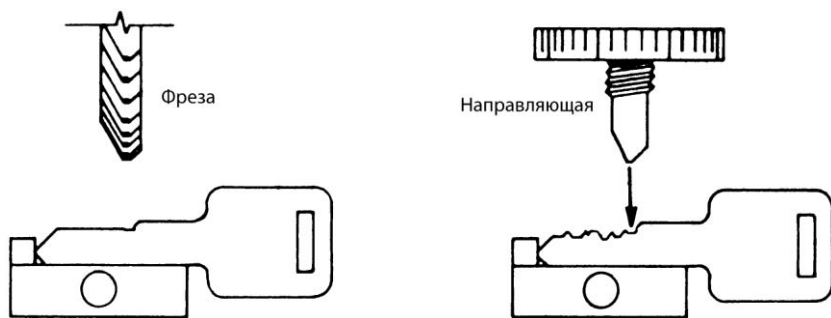

Рис. 14.16. Установить направляющую в каждый вырез на исходном ключе (С разрешения компании Framon Manufacturing Co., Inc.)
4. Установить направляющую в каждый вырез оригинального ключа. При изготовлении каждого выреза нужно поднимать станину, упирая ее в вырез, и повторять операцию, пока не будет завершено изготовление ключа (рис. 14.16).